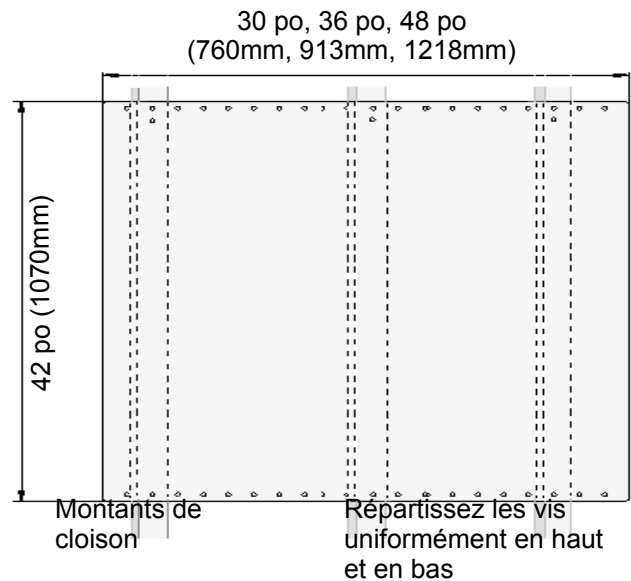

Figure 12 : Installation du dossieret de protection
- Utilisez deux vis fournies pour fixer le haut et le bas du dossieret de protection dans chaque montant de cloison (voir Figure 12).